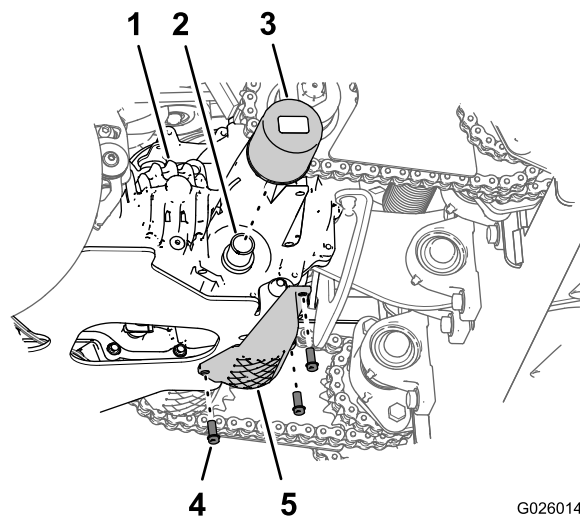

Figura 59
3. Retire los 3 pernos con arandela prensada que sujetan el protector del filtro a la transmisión y retire el protector (Figura 59).
4. Limpie la zona alrededor del filtro de la transmisión (Figura 59).
6. Gire el filtro en sentido antihorario y retire el filtro (Figura 59).
8. Para instalar el filtro, gírelo en sentido horario en el adaptador del filtro hasta que la junta entre en contacto con el adaptador, luego apriete el filtro entre 3/4 de vuelta y 1 vuelta más (Figura 59).
(Figura 59) y apriete los pernos a 1117-1243 N-cm (90-110 libras-pulgada).